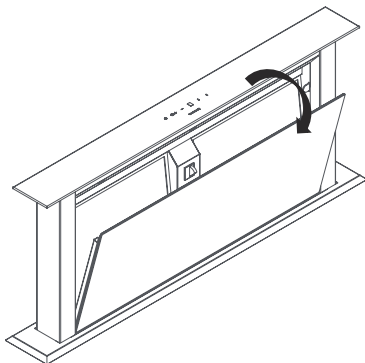

Fig. 5
1. ➞ Tag fat øverst på glasset og hiv forsigtigt i pilens retning (Fig. 5).